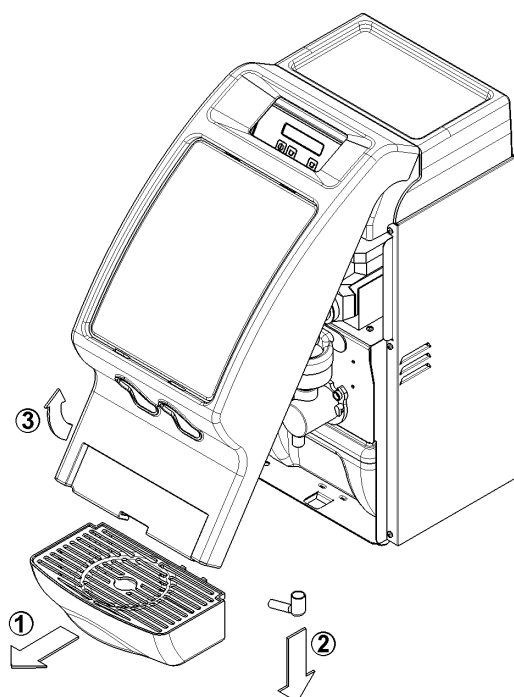

figura 1
- 2 Retire el cajón recogeotas (1), las bocas de suministro del producto (2) y, a continuación, la tapa delantera del
dispensador (3) (ver figura 1).